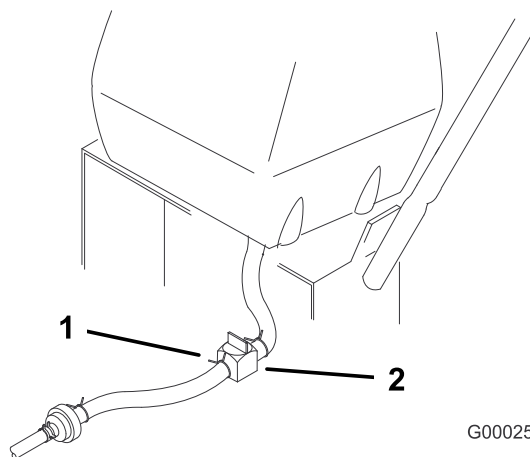

Figura 31
2. Cierre la válvula de cierre de combustible del depósito de combustible (Figura 31).
3. Apriete los extremos de la abrazadera y deslícela por el tubo alejándola del filtro (Figura 31).
4. Retire el tubo de combustible del filtro (Figura 31). Abra la válvula de cierre del combustible y deje que la gasolina se drene en un recipiente.
6. Abra la válvula de cierre de combustible del depósito de combustible (Figura 31).